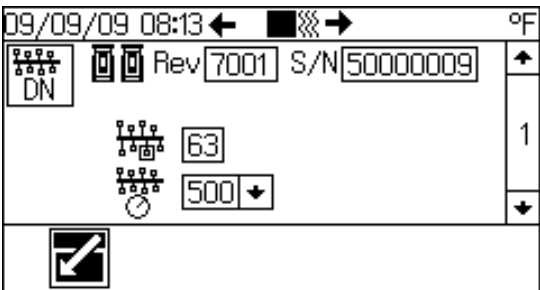

Fig. 10: Dirección del dispositivo
2. Pulse la   para desplazarse a la pantalla 1. Vea la FIG. 10.